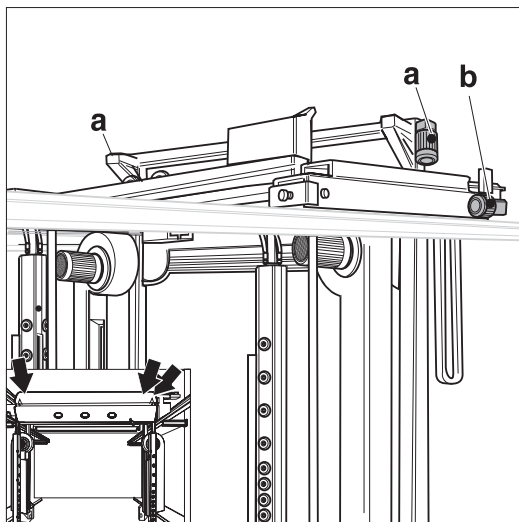

Figura F.18: Motores reductores
- el desplazamiento del portal (Figura F.18)
- la elevación de la barra de techo de alta presión (Figura F.18)